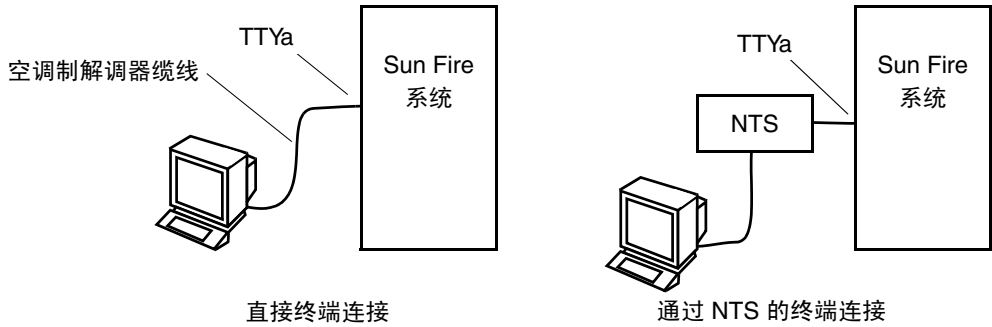

图 5-3 串行缆线连接
2. 将串行缆线的另一端连接到选定的 ASCII 终端或 NTS 服务器 (图 5-3)。